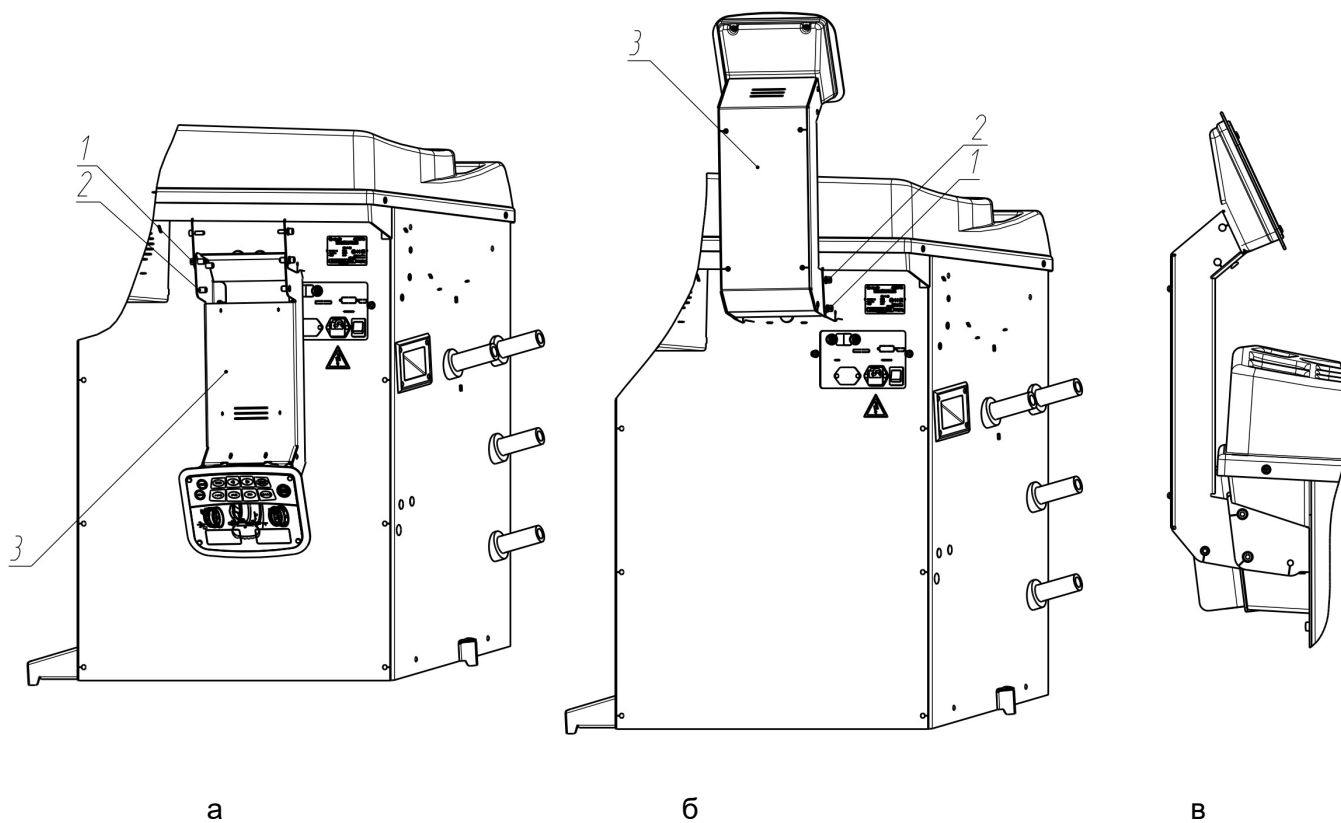

Рисунок 4.5
- ослабить винты поз.1 (Рисунок 4.5а);
- выкрутить винты поз.2 (Рисунок 4.5а);
- перевести стойку поз.3 в рабочее положение (Рисунок 4.5б);
- вкрутить винты поз.2 в верхние отверстия (Рисунок 4.5б);